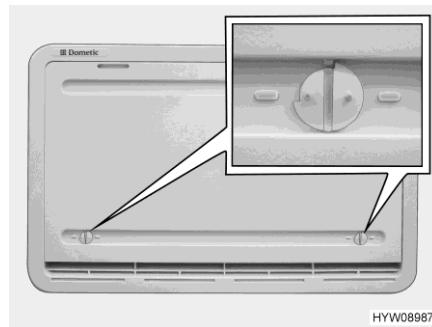

Bild 241 Winterabdeckung
Wenn der Kühlschrank bei niedrigen Außentemperaturen betrieben werden soll, empfiehlt der Hersteller die Verwendung einer Winterabdeckung (Bild 241) für die Kühlschrank-Lüftungsgitter.
- Beide Verriegelungen (Bild 241) öffnen (Nut steht waagrecht).